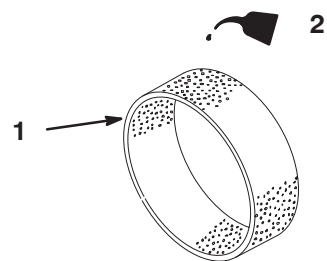

Figure 32
4. Imbibez l'élément de 30 à 60 ml d'huile (Fig. 32).